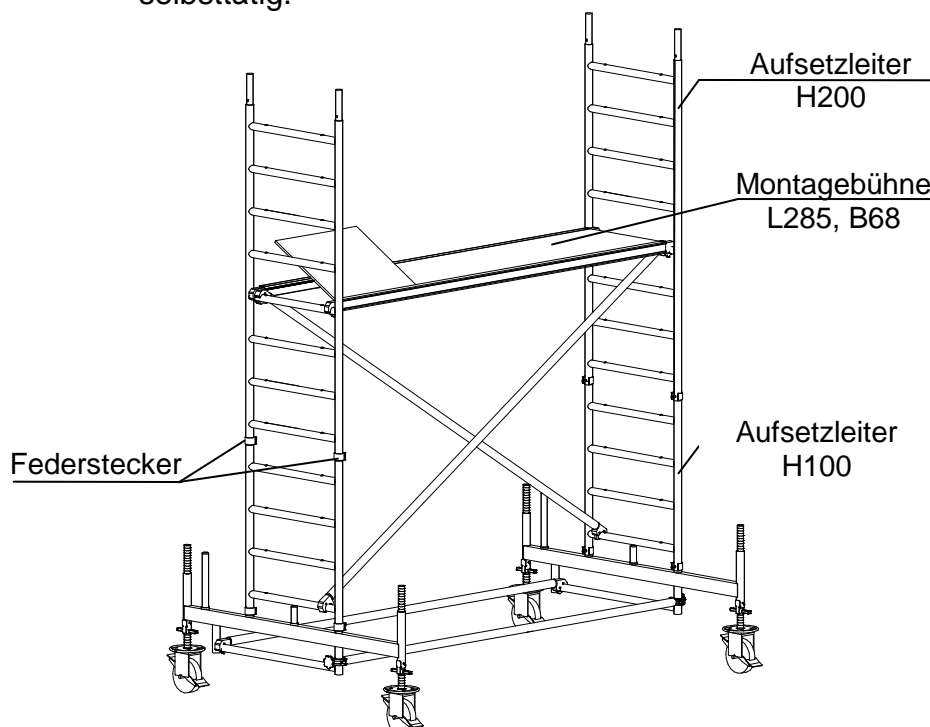
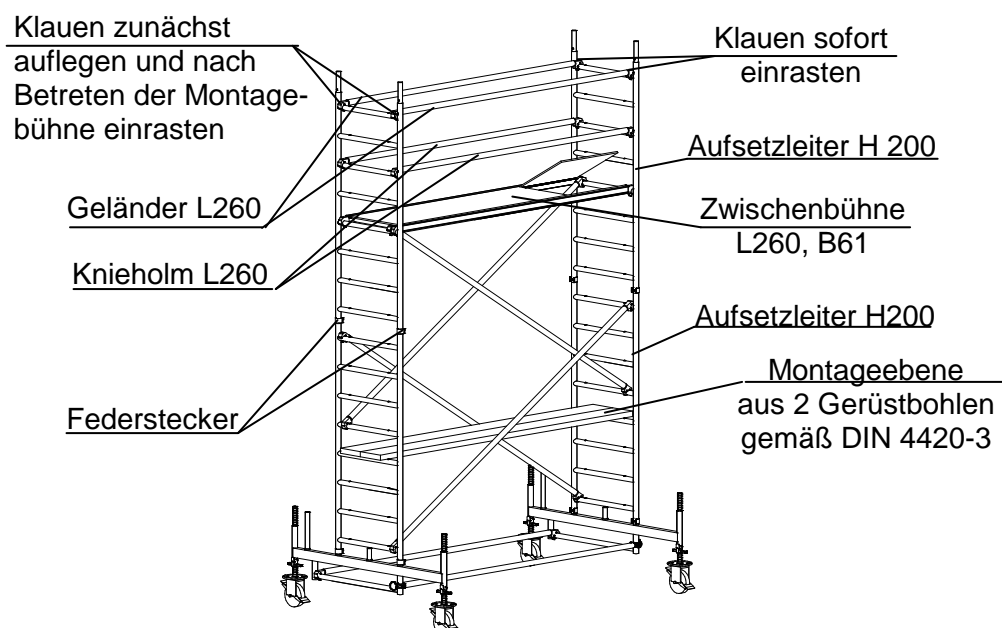

Bild 8: Montagebühne Standhöhe 2.60 m
Bild 11: Zwischenbühne Standhöhe 3.60 m
- Zum Seitenschutz der Zwischenbühne (Bild 11) siehe Beschreibung zu Bild 8. Zusätzlich sind beidseitig Geländer L285 als Knieholme 0.50 m über dem Belag einzubauen.